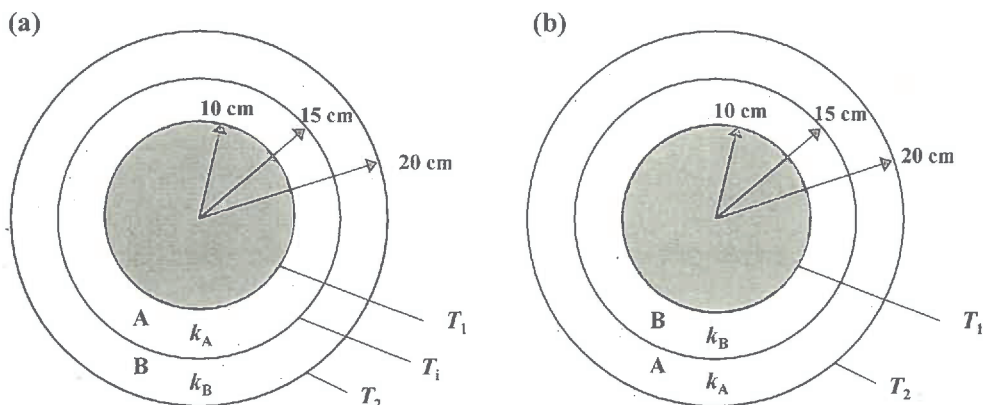

Figure 1
図 1 (a), (b)に示すように, 熱伝導度 k_A および k_B の 2 種類の保温材を周りに施工した十分に長い長さ L の円筒がある。定常状態における半径方向の一次元熱伝導について以下の問いに答えよ。ただし, $k_A < k_B$ とし, 図 1 (a), (b)における円筒表面温度 T_1 と保温材の最外周部の温度 T_2 はそれぞれ同じとする ($T_1 > T_2$)。
- 図 1 (a)の場合において, 保温材 A と保温材 B の間の接触面に隙間はなく, その温度を T_i とする。保温材 A を通過する伝熱量 Q_A を T_i , T_1 , k_A , L を用いて示せ。
- (1)と同じ条件で, 図 1 (a)の保温材 B を通過する伝熱量 Q_B を T_i , T_2 , k_B , L を用いて示せ。
- 図 1 (a)の場合において, 保温材 2 枚を通過する伝熱量 Q_a を T_1 , T_2 , k_A , k_B , L を用いて示せ。
- 図 1 (a)と (b)の場合において, 保温性が良いのはどちらか。式を用いて説明せよ。
As shown in Figure 1 (a) and (b), there is a cylinder of sufficiently long length L with two types of insulations with thermal conductivity k_A and k_B constructed around it. Answer the following questions for one-dimensional heat conduction in the radial direction under steady state conditions. Assume that $k_A < k_B$, and that the surface temperature T_1 of the cylinder and the temperature T_2 at the outermost circumference of the insulation in Figure 1(a) and (b) are the same, respectively ($T_1 > T_2$).
- In Figure 1 (a), there is no gap in the contact surface between heat insulator A and B. Let T_i be the temperature between them. Show the quantity of heat transfer Q_A passing through heat insulator A using T_i , T_1 , k_A and L .
- Under the same conditions as (1), show the quantity of heat transfer Q_B passing through heat insulator B in Figure 1 (a) using T_i , T_2 , k_B , and L .
- In Figure 1 (a), show the quantity of heat transfer Q_a passing through the two heat insulators using T_1 , T_2 , k_A , k_B , and L .
- Comparing Figure 1(a) and (b), which has better heat insulation? Explain with equations.